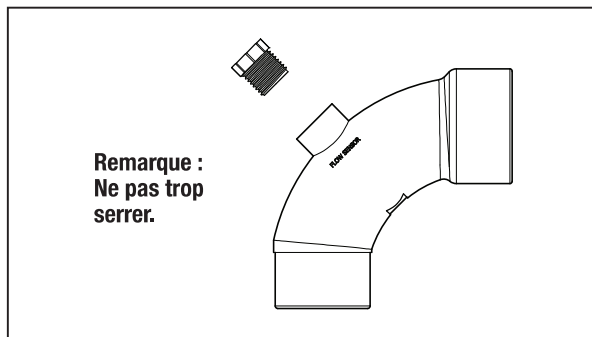

Figure 7. Coude élargi
- 5.1 Le modèle de filtre CV est livré avec un coude élancé Jandy prévu à cet effet. Le coude élancé comprend également un orifice fileté et un bouchon de manière à ce qu'un boyau d'arrosage de 1/2 po puisse être raccordé pour les tests de pression. Voir la Figure 7.